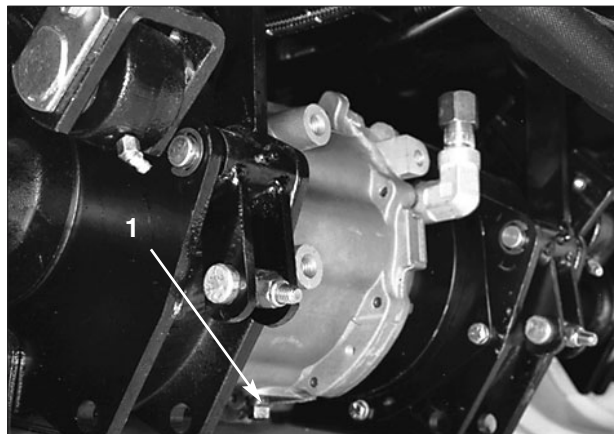

Figure 55
2. Nettoyez la surface autour du bouchon de vidange (Fig. 55).